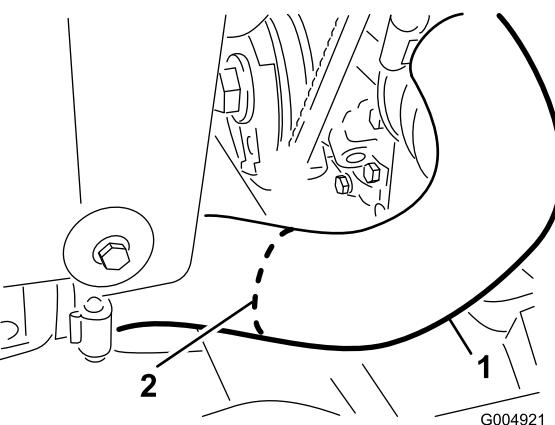

Figure 11
9. Coupez le flexible inférieur de radiateur en deux au niveau du trait blanc, comme montré à la Figure 11.